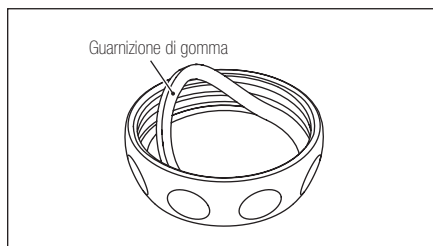

Fig.13
2) Smontare il coperchio del contenitore della polvere ed estrarre la guarnizione di gomma (Fig. 13).